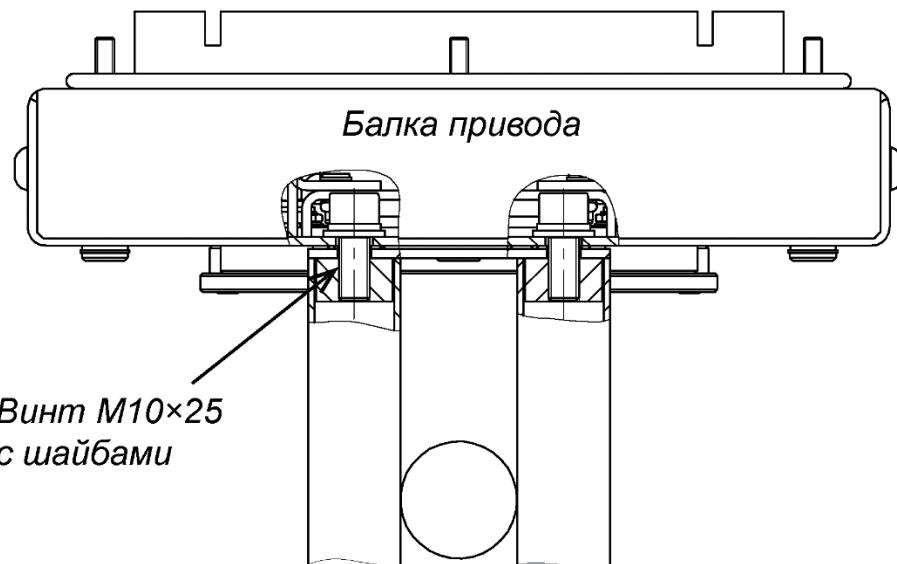

Рисунок 14. Крепление балки привода (8) к стойке с препротяждающими планками (5)
- Закрепите балку привода на стойке с преграждающими планками (5) двумя болтами M10×25, ключ SW8 (см. рис. 14).